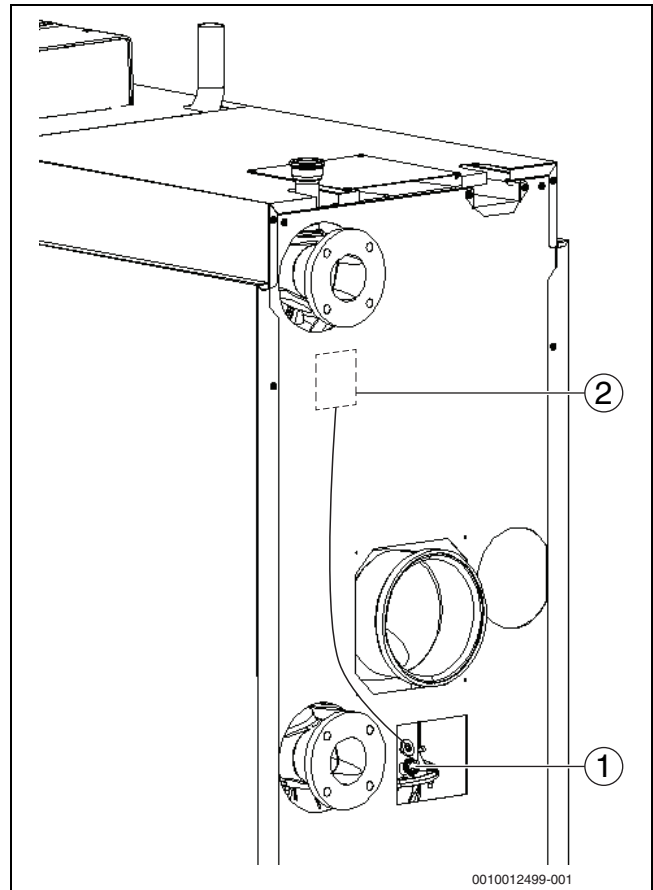

Рис. 30 Выполнение замеров (котлы 150-300 кВт)
- Введите измерительный датчик через отверстие для измерений в коллекторе дымовых газов (→ Рис. 30, стр. 32), держите его в центре потока и проверьте содержание CO₂.
- ▶ Введите измерительный датчик через отверстие для измерений в дымовой трубе (→ Рис. 30, стр. 32), держите его в центре потока и проверьте содержание CO₂.
- ▶ В точке проведения замеров на соединительном участке дымовой трубы котла (→ рис. 30 и 31) измерьте и внесите в протокол пуска в эксплуатацию следующие параметры (→ глава 17.6, стр. 71):